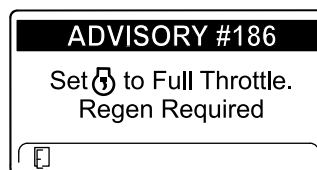

Bild 46
**Hinweis:** Wenn die Auspufftemperatur zu niedrig ist, wird im InfoCenter ADVISORY#186 (Bild 46) angezeigt, um Sie zu informieren, dass Sie den Motor auf Vollgas (hoher Leerlauf) eingestellt haben.